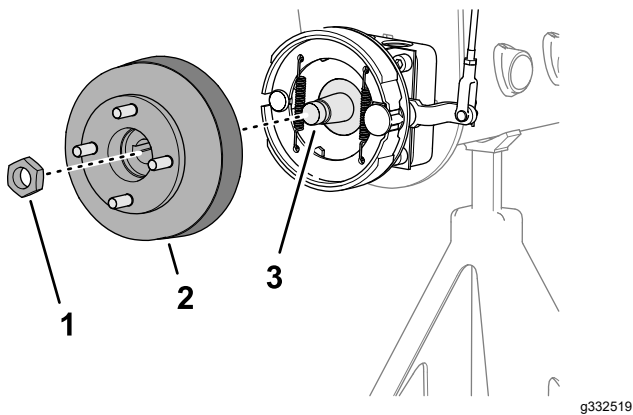
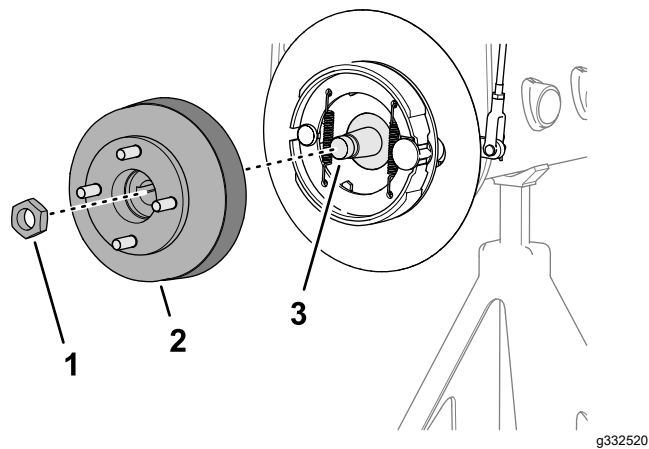

图 70
图 71
3. 将轮毂和制动鼓组装到车轮马达轴上图 70 或图 71。
- 4. 用锁紧螺母将轮毂固定到轴上 图 70或 图 71 并用手拧紧。